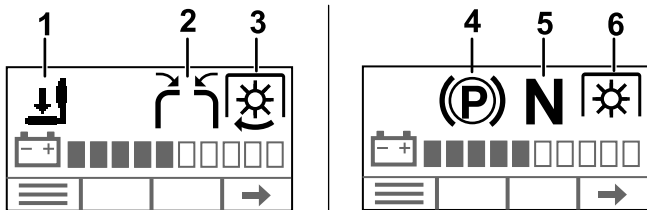

Bild 21
2. Stellen Sie sicher, dass jedes Symbol für die Sicherheitsschalter unter Bild 21 im InfoCenter angezeigt wird, wenn die Sicherheitsschaltung aktiv ist, und ausgeblendet werden, wenn sie inaktiv ist.